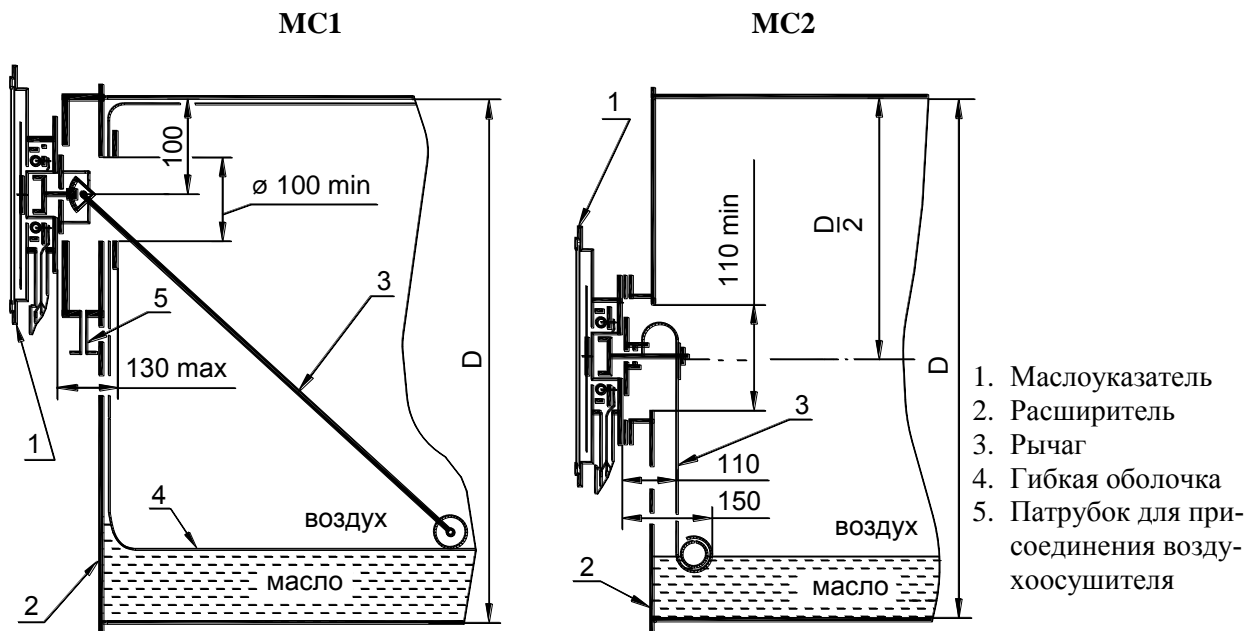

Рис. 3
5.1. Размещение маслоуказателя МС1 и МС2 на расширителе по рис. 3.